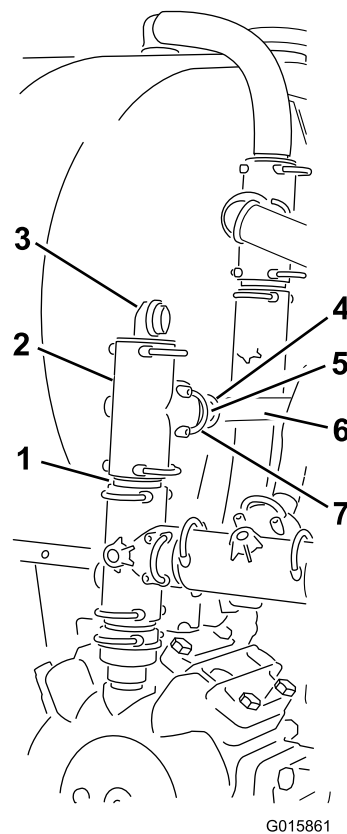

Figura 33
2. Montate il connettore S67 nella parte superiore del raccordo a T aperto e fissatelo con un perno forcella (Figura 33).
4. Montate un raccordo dentellato a 90° sulla parte superiore del raccordo a T (Figura 33) e assicuratelo con un perno forcella S67.
Nota: Orientate l'ugello all'indietro (Figura 33).
5. Montate un S67 sul riduttore S53 sulla parte laterale del raccordo a T e assicurate il riduttore con un perno forcella S67 (Figura 33).
6. Montate un raccordo diritto dentellato S53 nel riduttore con un perno forcella S53 (Figura 33).